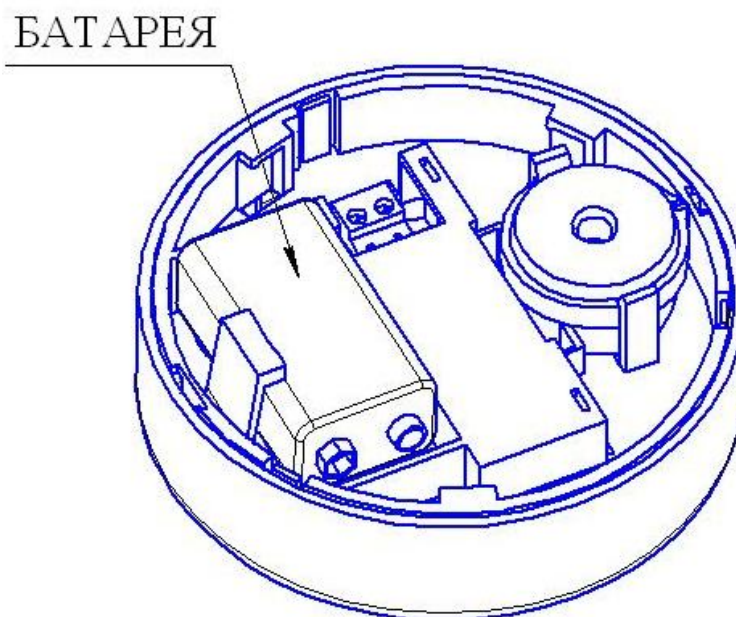

Рис.4. Установка батареи
9.4 Место установки батареи приведено на рис. 4.